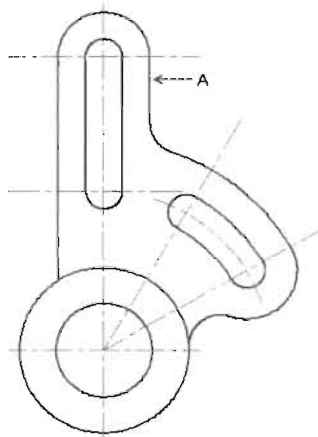

图 3-167
(15) 在命令提示行中输入 fillet 命令, 将图形进行圆角, 圆角半径为 7, 命令执行过程如下, 效果如图 3-167 所示。